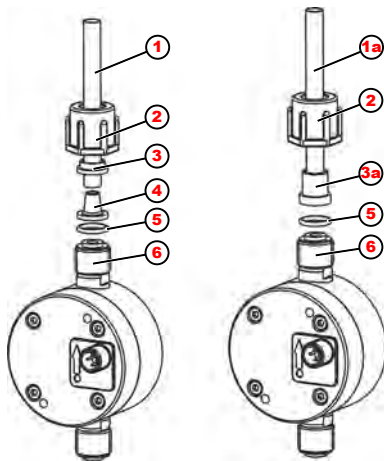

Abb. 4: Übersicht
- Schlauch (Abb. 4, Pos. 1) gerade abschneiden.
- Rohrleitung (Abb. 4, Pos. 1a) gerade abschneiden.